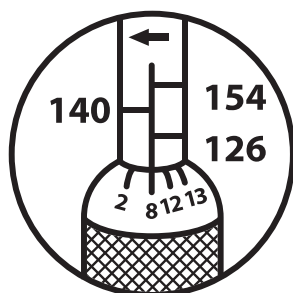

FIG1 112Nm
2. Tournez la poignée moletée dans le sens des aiguilles d'une montre jusqu'à ce que la graduation de 8 Nm sur le bord biseauté de la poignée soit alignée. Verrouillez fermement la poignée en tournant le contre-écrou dans le sens des aiguilles d'une montre. La clé est alors réglée à 120 Nm et est prête à l'emploi. Voir les figures 1 et 2